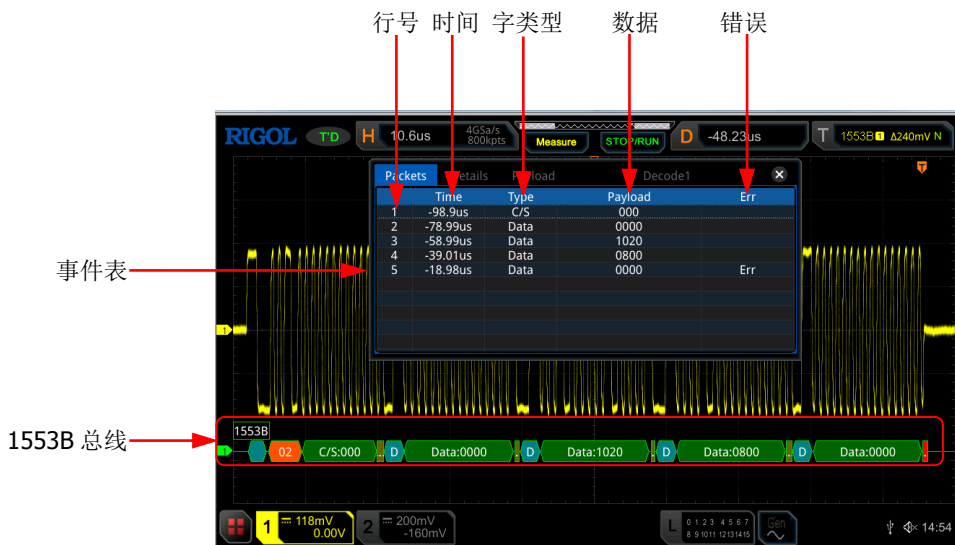

图 11-15 1553B 解码事件表
- 打开或关闭事件表：连续按 **事件表** 键，打开或关闭事件表显示。打开事件表，屏幕弹出如图 11-15 所示的事件表。您也可以使用触摸屏功能触摸事件表右上方的图标 **×** 关闭事件表功能。另外，当运行状态为“STOP”时，您还可以旋转多功能旋钮 **↻** 选择指定行并查看相应的解码信息。